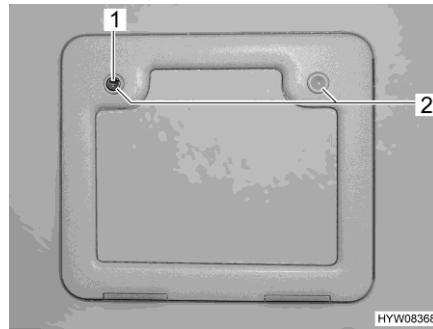

Fig. 111 Trampilla (depósito de aguas fecales)
- Abrir la trampilla para el depósito de aguas fecales en el exterior del vehículo. Para esto, introducir la llave en el cilindro de cierre del cierre a presión (Fig. 111,1) y girarla un cuarto de vuelta en sentido de las agujas del reloj.
- Presionar ambos cierres a presión (Fig. 111,2) al mismo tiempo con el pulgar y abrir la trampilla para el depósito de aguas fecales.